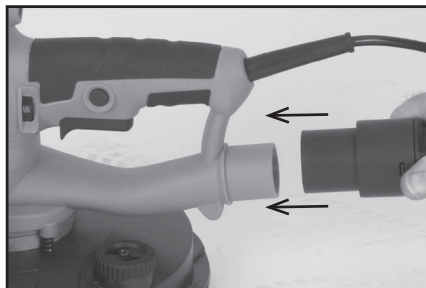

Fig. 3
- Empuje la manguera de extracción de polvo dentro del puerto de extracción de polvo del cuerpo principal de la máquina. (Fig. 3)